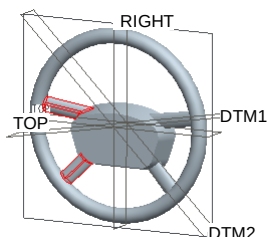

图 4.4.48 镜像复制特征
Step14. 创建图 4.4.48 所示的镜像复制特征，相关操作如下：